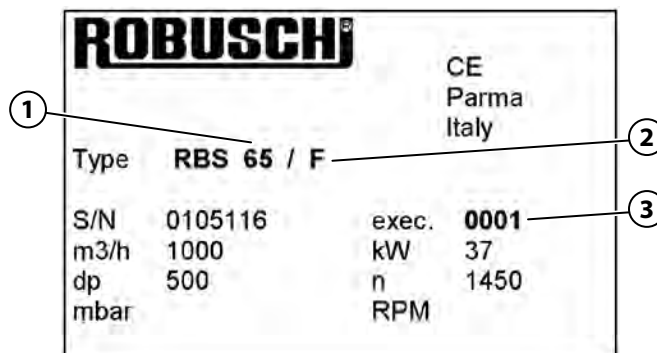

Fig.3
3.3 Targhetta di identificazione (Fig.3)
3.3 Nameplate (Fig.3)
3.3 Plaque signalétique (Fig.3)
3.3 Typenschild (Abb. 3)
3.3 Placa de identificación (Fig.3)